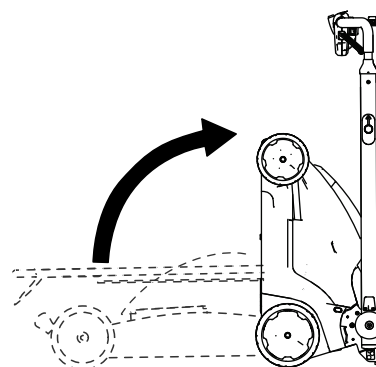

Figure 22
5. Basculez la machine en arrière et faites-la rouler à l'aide du guidon jusqu'au lieu de rangement (Figure 22).